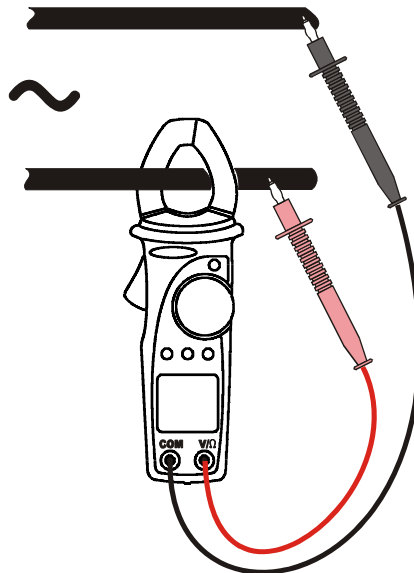

Abb. 12: Leistungs- und Energiemessung in 1 phasigen Systemen
2. Öffnen Sie die Zangenbacken und umschließen Sie damit einen einzelnen Leiter. Achten Sie dabei auf die Ausrichtungsmarkierungen auf den Zangenbacken. (siehe Abschnitt 4.1.2 und Abb. 12).
4. Verbinden Sie die Prüfspitzen mit dem gewünschten Messobjekt (s. Abb. 12). Der gemessene Leistungsfaktor und das Symbol **AC** werden auf dem Display angezeigt.
4. Verbinden Sie die Prüfspitzen mit dem gewünschten Messobjekt (s. Abb. 12). Der gemessene Leistungswert und das Symbol **AC** werden auf dem Display angezeigt.